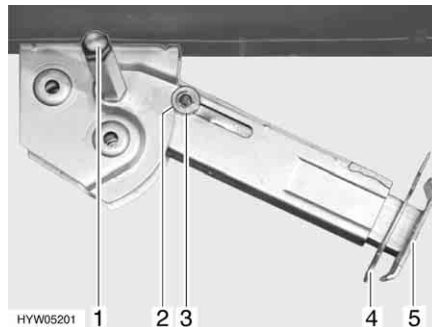

Fig. 25 Vérin stabilisateur
- Placer la clé à pipe sur l'écrou à six pans (Fig. 25,1) et tourner jusqu'à ce que le vérin stabilisateur soit en position verticale vers le bas.
- Retirer la goupille (Fig. 25,4) de la rallonge du pied d'appui (Fig. 25,5).
- Placer la clé à pipe sur l'écrou à six pans (Fig. 25,1) et tourner jusqu'à ce que le vérin stabilisateur se dégage du sol.
- Rentrer complètement la rallonge du pied d'appui (Fig. 25,5) et insérer la goupille (Fig. 25,4) dans le trou prévu à cet effet.
- Tourner la clé à pipe sur l'écrou à six pans (Fig. 25,1) jusqu'à ce que le vérin stabilisateur ait pivoté vers le haut et le disque de guidage (Fig. 25,3) soit complètement rentré dans l'encoche (Fig. 25,2).